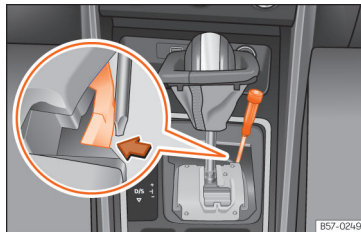

Abb. 92 Wählhebel: Notentriegeln aus der Parkstellung
- Drücken Sie seitlich mit Hilfe der flachen Seite des Schraubendrehers auf die gelbe Taste und halten Sie sie gedrückt »» » (Abb. 92).